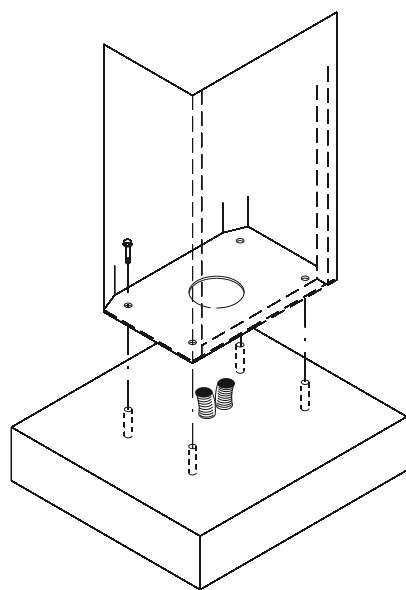
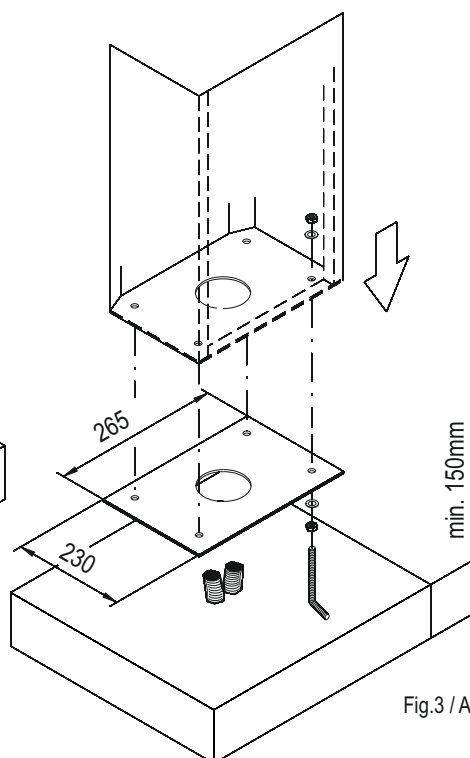

Fig.2 / Abb.2
Fig.3 / Abb.3
If the RAP-4 rests on a solid cement base, it may be fixed directly to the ground with 4 screw anchors dia. 12 (fig. 2) otherwise fixing may be done using the plate provided together with 8 nuts, 8 washers dia. 12 and 4 rag bolts (fig. 3). In this case, proceed as follows:
Wenn die RAP-4 auf einer soliden Grundlage aus Zement aufliegt, kann eine Schwelle mit 4 Spreizdübeln Ø 12 (abb. 2) direkt befestigt werden, bzw. kann die Befestigung mit Hilfe der Platte erfolgen, die zusammen mit 8 Muttern, 8 Unterlegscheiben Ø 12 und 4 Ankern geliefert wird (abb. 3). In diesem Fall ist wie folgt zu verfahren:
3. Die Montage **Platte-Anker** (abb. 3) durchführen.
Als de RAP-4 op een solide betonnen fundering steunt, dan kan de slagboom met 4 expansiepluggen met een diameter van 12 mm (fig. 2) rechtstreeks aan de grond bevestigd worden of de slagboom kan met behulp van de plaat bevestigd worden die met 8 moeren, 4 onderlegingen met een diameter van 12 mm en 4 ankers (fig. 3) bij de levering van de slagboom inbegrepen is. In dat geval moet u als volgt te werk gaan:
3. Monteer de **plaat met de ankers** (fig. 3).